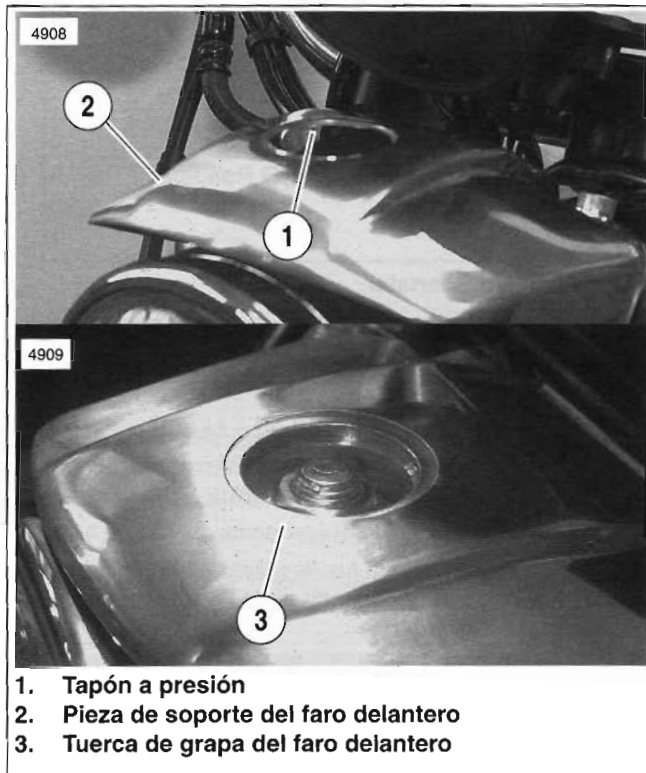

Figura 48. Ajustes del faro delantero
1. Vea la Figura 48. Quite el tapón de presión (1) sobre la pieza de soporte del faro delantero (2). Afloje la tuerca de la grapa del faro delantero (3).